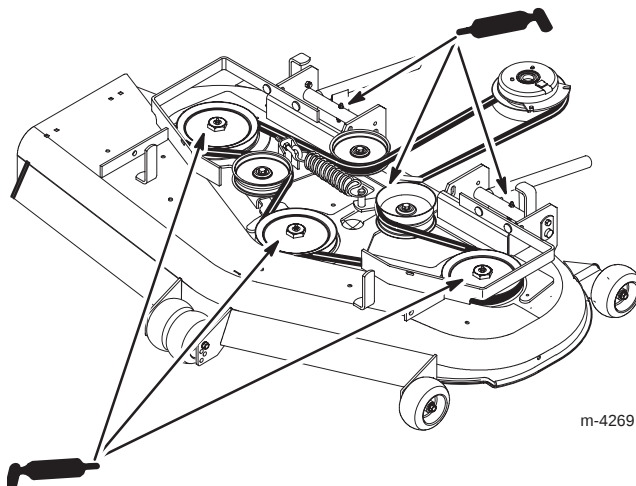

Figure 43
3. Lubrifiez les graisseurs des roulements des 3 axes (Fig. 43).
4. Graissez le pivot de la poulie de tension (Fig. 43).
5. Lubrifiez les graisseurs des bras de poussée (Fig. 43).